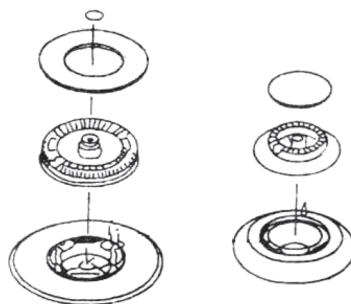

Рис. 2
- Для удаления отложений из полостей конфорок, снимите крышку и разделите две части (смотрите рисунок 2). После очистки, вновь соедините обе части и установите их на место. Вымыв решетку, установите ее на место, проверив правильность расположения.